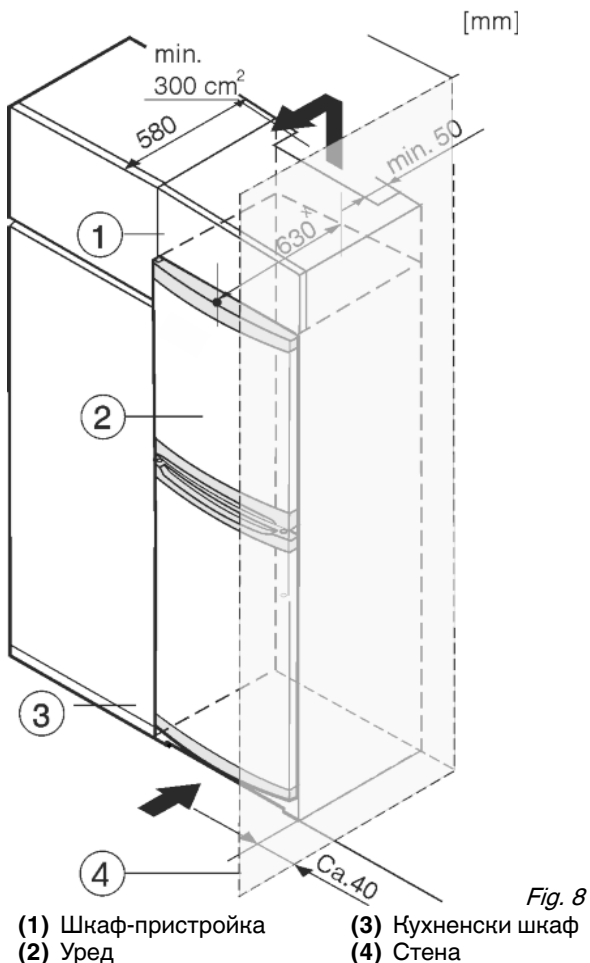

Fig. 8
Уредът може да е обграден с кухненски шкафове. За да изравните височината на уреда Fig. 8 (2) с височината на вградената кухня, над уреда може да се постави шкаф-пристройка Fig. 8 (1).
При вграждане с кухненски шкафове (дълбочина макс. 580 мм), уредът може да се постави директно до кухненския шкаф Fig. 8 (3). Отстрани уредът е издаден на 34 ммx, а в средата на уреда - на 50 ммx спрямо предната страна на кухненския шкаф.
Когато уредът се постави с шарнири близо до стена Fig. 8 (4), разстоянието между уреда и стената трябва да бъде поне 40 мм. Това е разстоянието, на което дръжките излизат напред при отворена врата.